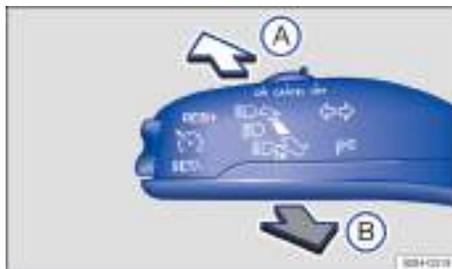

Fig. 74 En el lado izquierdo de la columna de dirección: palanca de las luces de giro y de la luz alta. ▶
- Mueva la palanca de las luces de giro y de la luz alta de la posición central a la posición deseada → fig. 74:
- (A) Se enciende la luz alta.
- (B) Se acciona la guiñada o se apaga la luz alta. La *guiñada* permanece encendida mientras se tire de la palanca.